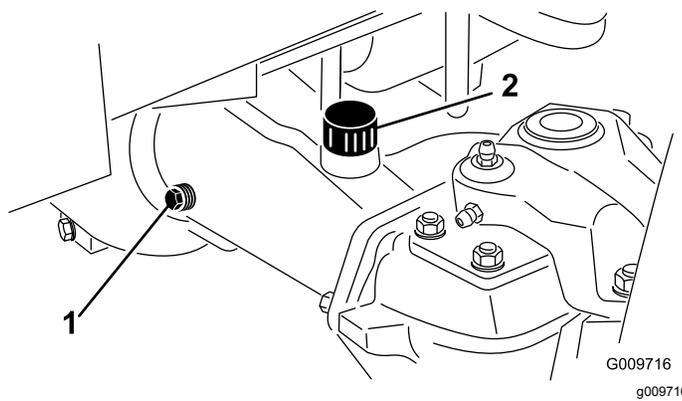

Figura 45
2. Retire o tampão de verificação que se encontra numa das extremidades do eixo (Figura 45) e certifique-se de que existe lubrificante até ao fundo do orifício. Se o nível estiver baixo, retire o tampão de enchimento (Figura 45) e adicione lubrificante suficiente para o nível de lubrificante